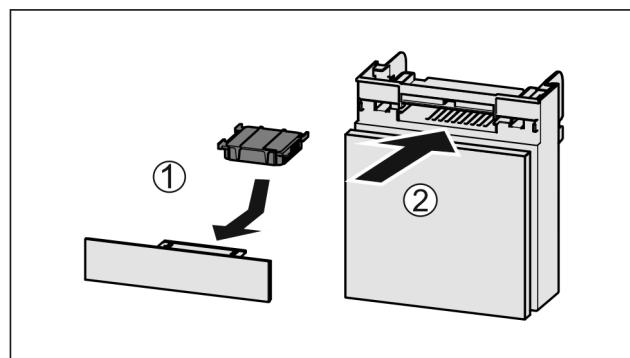

Fig. 173
- ▶ Anbring aktivkulfilteret som vis på billedet Fig. 173 (1).
- ▶ Skub rummet ind Fig. 173 (2).